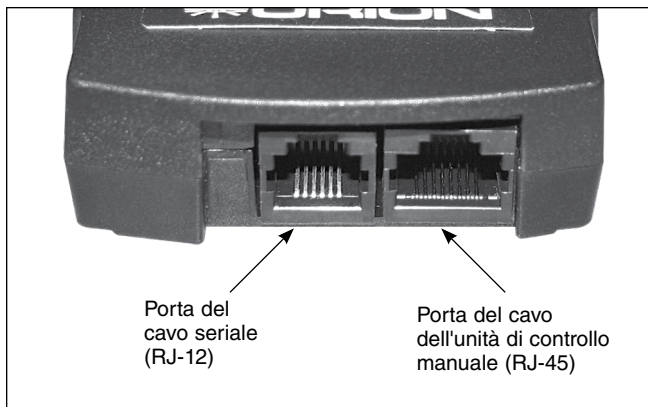

Figura 14. Porte dell'unità di controllo manuale GoTo
3. Collegare l'altra estremità del cavo a spirale alla presa modulare dell'unità di controllo manuale (**Figura 14**).